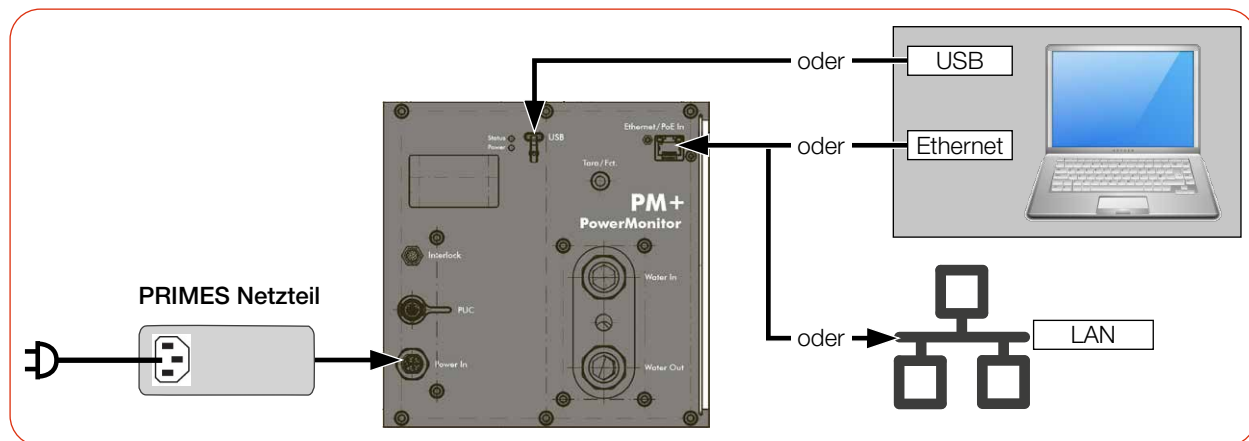

Abb. 7.4: Spannungsversorgung über PRIMES Netzteil, Datenübertragung über USB oder Ethernet
- ▶ Schließen Sie das PRIMES Netzteil und das Kabel gemäß der Abb. 7.4 auf Seite 28 an.